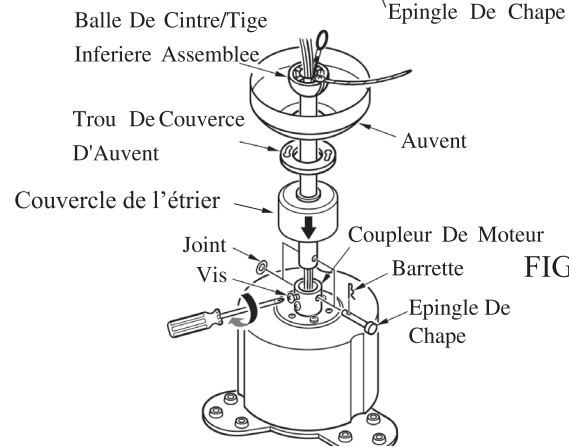

FIG.2
2. Insérez la tige inférieure à travers l'ouverture centrale du pavillon, le couvercle du trou du pavillon, le couvercle de l'étrier et acheminez les fils du moteur à travers l'ensemble boule de suspension/tige inférieure. Alignez les trous d'épingle de chape dans la tige inférieure avec les trous dans le moteur de couplage. Les épingles de chape doivent traverser les trous du moteur de couplage et la tige inférieure. Placer le joint sur l'épingle de chape et installer la barrette en assurant de pousser droit le pied de barrette à travers le trou proche de la boule de cintre pour vérifier que l'épingle de chape est correctement installée (Voir fig.2)